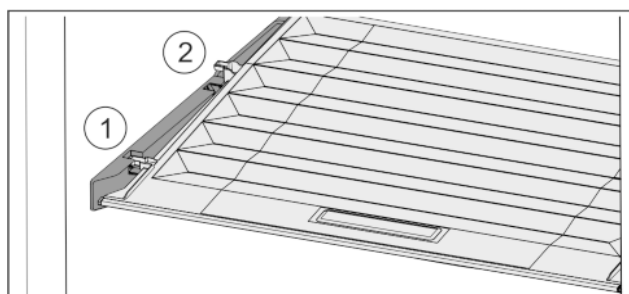

Fig. 32
- Deksel tot de opening in de vasthouddelen naar voren trekken Fig. 32 (1).
- Aan de achterkant vanaf de onderkant omhoog tillen en vanaf de bovenkant verwijderen Fig. 32 (2).